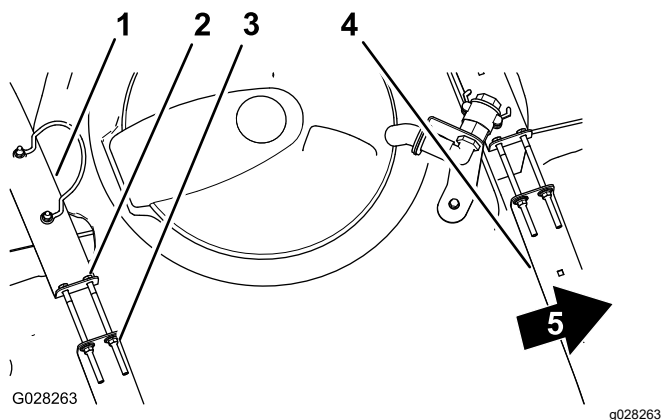

図 73
2. タンクとタンク固定ベルトとの間に、たるみができていないか点検する 図 73。
3. ベルトにゆるみがある場合には、ベルトの上部にあるフランジロックナットとボルトを締めてベルトとタンクとが面一になるようにする 図 73。